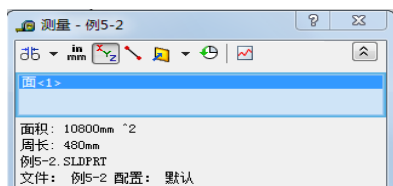

图 5-5 “测量”属性管理器
- 02 在菜单栏中选择“工具”→“测量”命令，或者单击“工具”工具栏中的“测量”图标按钮，此时系统弹出图 5-5 所示的“测量”属性管理器。